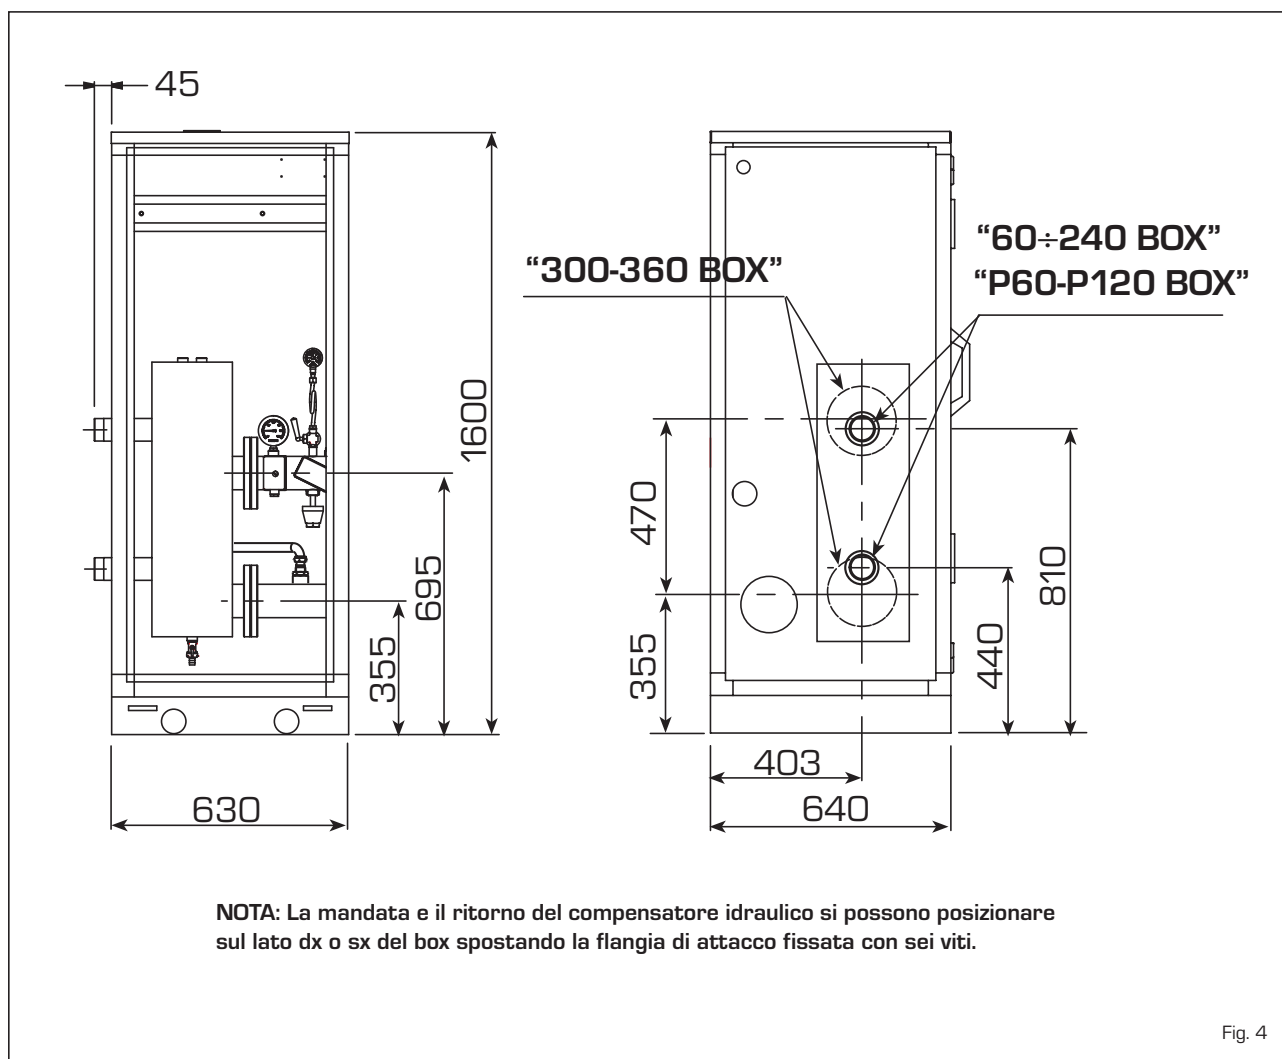

Fig. 4
- Box contenitore singolo (dimensioni: 630 x 640 x 1600) per separatore idraulico/kit sicurezze ISPEL cod. 8101517 [fig. 4]